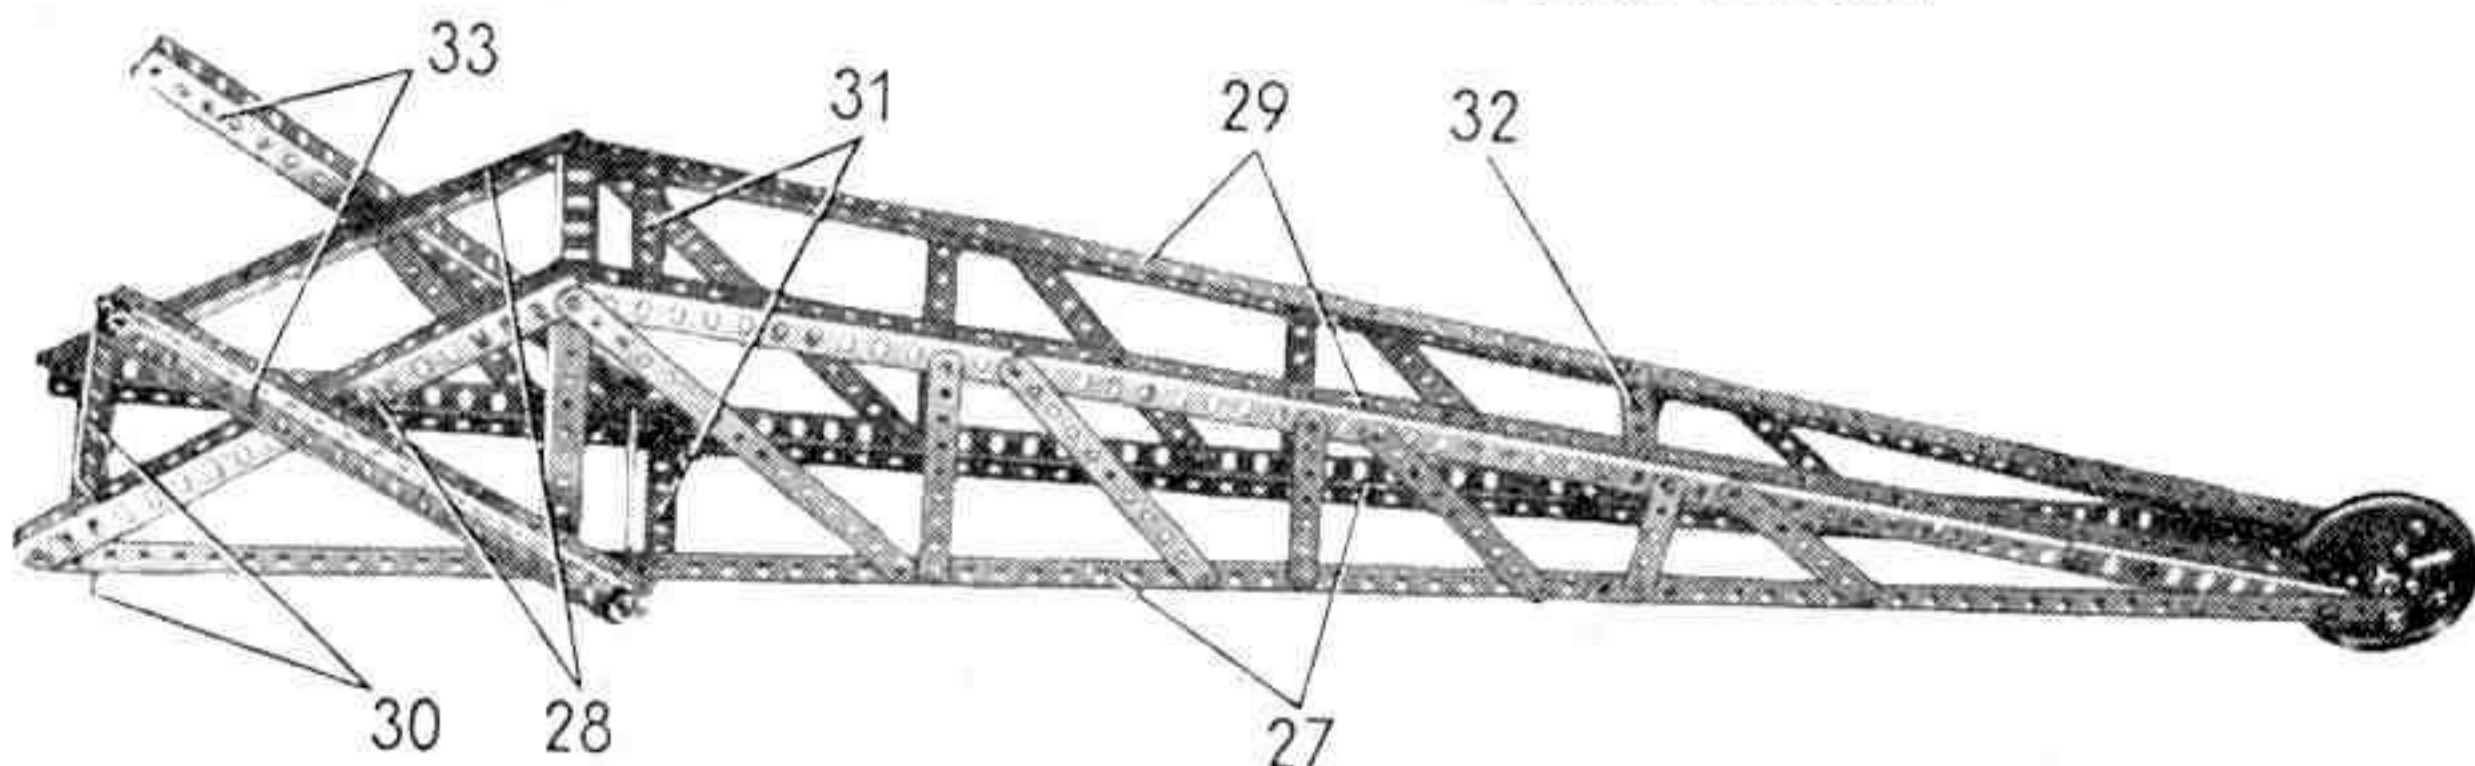

Fig. 5.
## LA FLÈCHE (fig. 5).
## LE BRAS D'ÉQUILIBRAGE (fig. 5).
L'extrémité avant du bras d'équilibrage est reliée à la flèche par une tringle de 16,5cm qui traverse les cornières (34) et (35) et est bloquée dans des bras de manivelle boulonnés aux extrémités des bielles (33) (fig. 5).